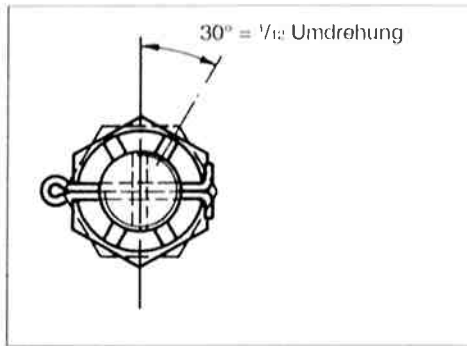

Bild 56
- \* Kronenmutter  $\frac{1}{2}$  Umdrehung ( $30^\circ$  – Bild 56) zurückschrauben bis zur nächsten Splintsicherung. Axialspiel bis 0,05 mm zulässig.